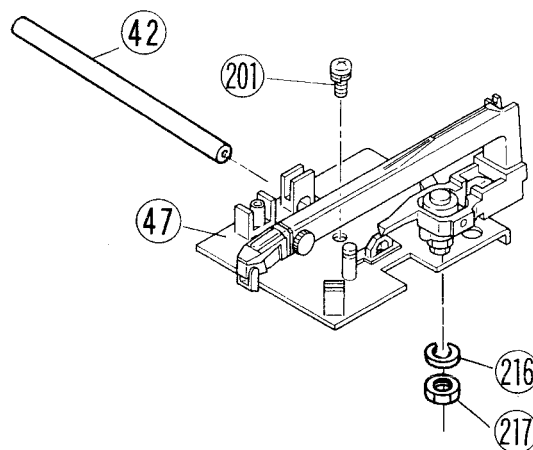

Figure 8
4. After removing the Screw (201) described in Fig. 8, remove the Bracket K (47) by lifting the left end of the Guide (42).
4. ビス (201) をとり、ガイド(42)の左端を持ち上げるようにしてブラケット K (47) を取りはずす。(図 8)
3. Remove the Hexagon Nut (217) and Spring Washer (216) to remove the tonearm assy (Fig. 8).
3. 六角ナット(217)及びスプリングワッシャー(216)をとりトーンアーム assy を取りはずす。(図8)